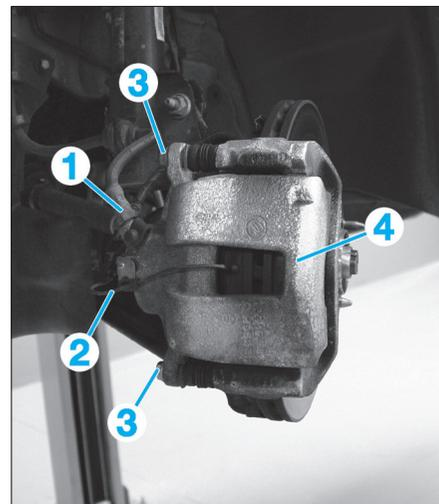

Fig. 4
- Débloquer le flexible de frein (1) sur l'étrier (**Fig.4**).